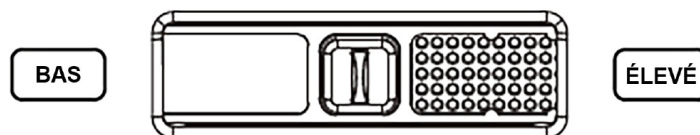

Fig. 9
- La zone illustrée sert au réglage de l'humidité (Fig. 9). L'utilisateur peut faire glisser le module vers la gauche ou vers la droite en fonction de la situation alimentaire. Lorsque le module se trouve sur le côté « BAS », l'humidité est faible dans le bac à légumes. Lorsque le module se trouve du côté « HAUT », l'humidité est élevée dans le bac à légumes.